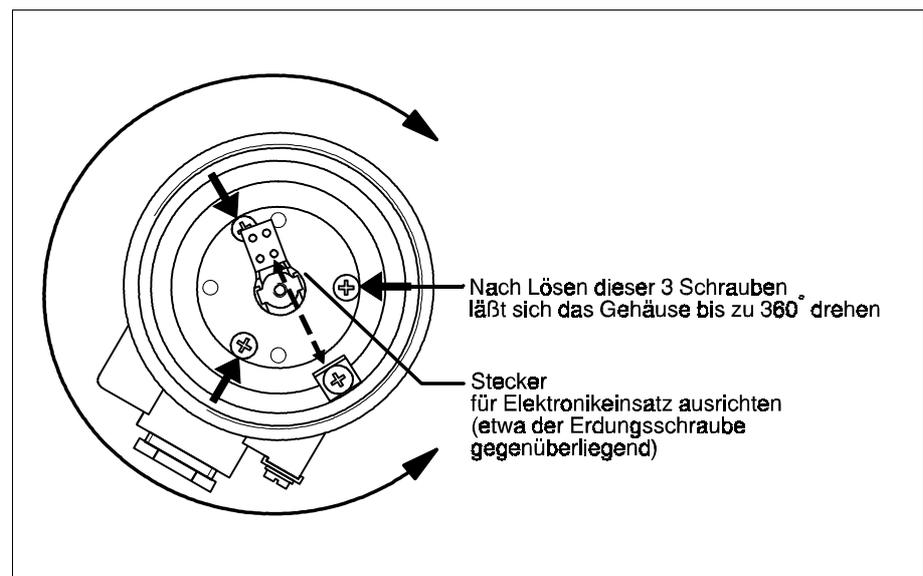

Fig. 7
- 3 Kreuzschlitzschrauben im Gehäuse etwas lösen, siehe Fig. 7.